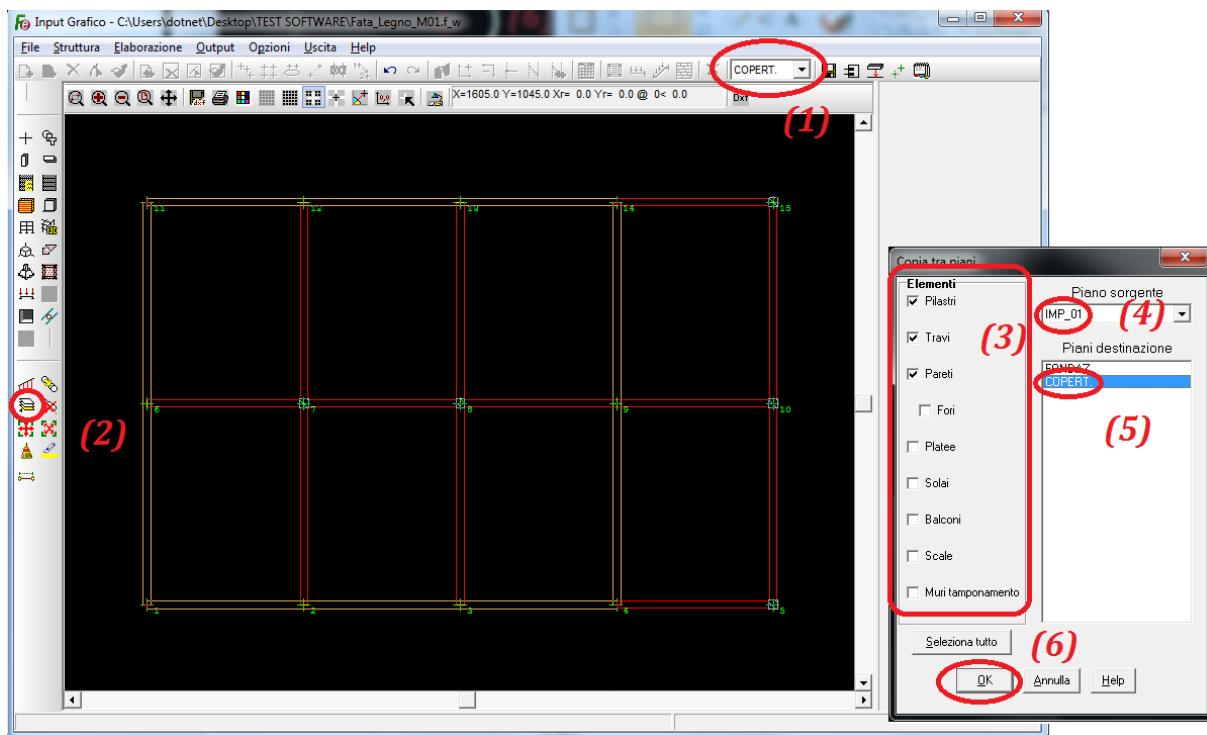

Figura 18
Con riferimento alla figura 18 spostare il selettore dei piani (1) sul livello definito in precedenza come “*COPERT.*”